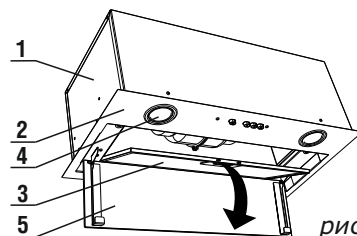

рис. 3
- Снимите алюминиевый фильтр КВ: для этого откройте стеклянную панель, нажмите на пружинный замок на алюминиевом фильтре и затем потяните его вниз (рис. 3).
- снимите алюминиевый фильтр (рис. 3);
- 8.3 Для очистки алюминиевого фильтра извлеките его из вытяжки (рис. 3) и произведите его очистку с помощью щетки горячим водным раствором моющего средства вручную или в посудомоечной машине при (60°C). Старайтесь не сгибать фильтры при мойке. Возможное изменение цвета фильтра, с течением времени, не приводит к снижению эффективности его действия. Сильно загрязненный фильтр не следует мыть в посудомоечной машине.